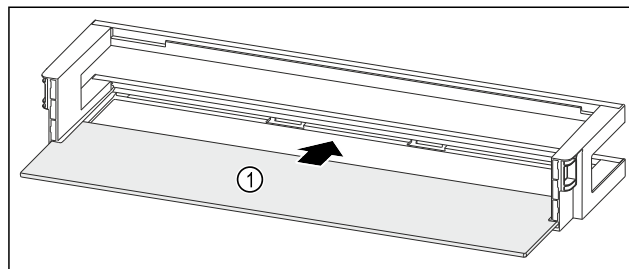

Fig. 87 Ajtópolc tárolólappal
- Tolja be a tárolólapot Fig. 87 (1) az oldalsó mélyedésekbe.